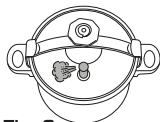

Fig. 6
- 8)** O tempo de cozedura inicia-se a partir do momento em que a válvula rotativa começar a rodar. Deverá então proceder à redução da fonte de calor. Basta que a válvula rode progressivamente e liberte um pequeno jato de vapor para manter a panela sob pressão. Se rodar mais rapidamente o tempo de sua cozedura será o mesmo. **Fig.6**